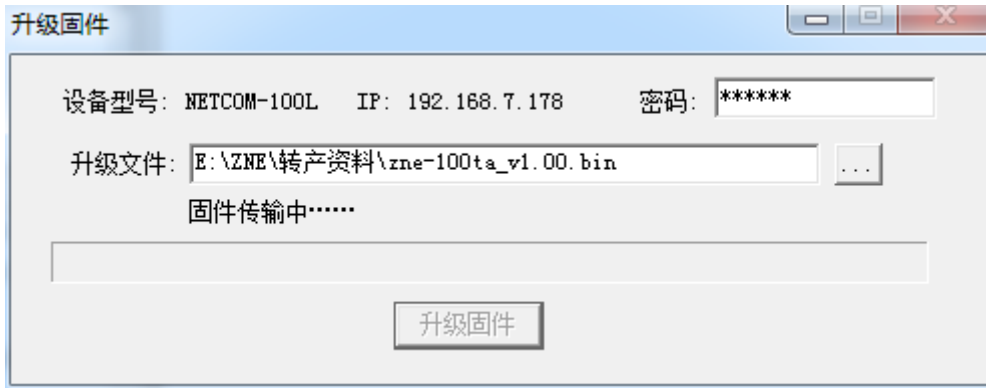

图 7.7 固件升级中
7. 选择需要升级的文件后输入密码（出厂是默认为 88888），点击“升级固件”按钮，开始升级固件，如图 7.7 所示。